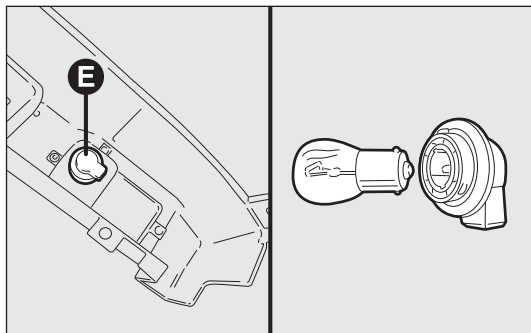

fig. 189
- ☐ gire el portalámparas E hacia la izquierda (1/8 de vuelta), extraiga la lámpara de bayoneta empujándola ligeramente y girándola hacia la izquierda; a continuación, sustitúyala fig. 189.